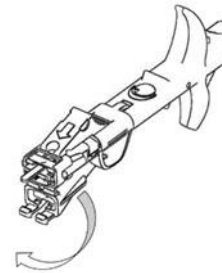

Fig.4
6. Rilasciare con attenzione l'ugello della cartuccia dalla sicura. Fare attenzione a non danneggiare l'estremità dell'ugello. Piegare l'ugello della cartuccia di 180 gradi finché non scatta in posizione come illustrato in Fig. 4.